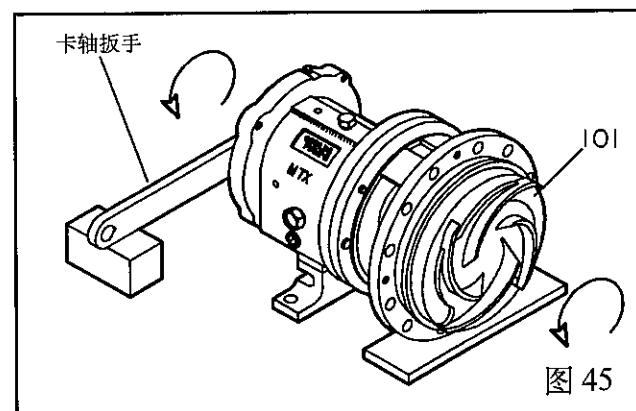

图 45
3. 逆时针快速转动叶轮(从叶轮端看)，扳手手柄冲撞工作台或其它硬块上直至叶轮松动(图 45)。